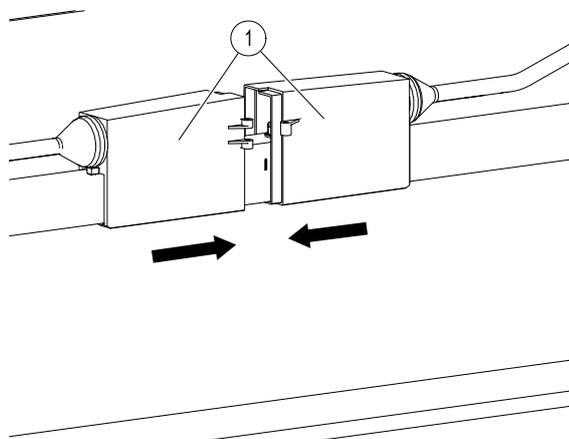
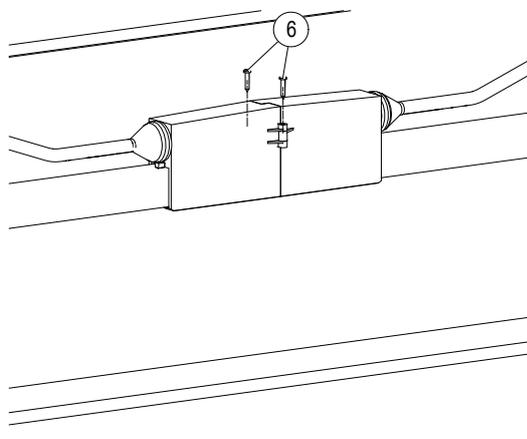

Fig. 84 : Rapprocher les moitiés de capuchon d'isolation (pos. 1).
Fig. 85 : Visser les moitiés de capuchon d'isolation au moyen de vis à tête bombée (pos. 6).
→ Pousser les deux moitiés du capuchon d'isolation (pos. 1) l'une contre l'autre et les visser au moyen des deux vis à tête bombée (pos. 6) (voir Fig. 84 et Fig. 85).